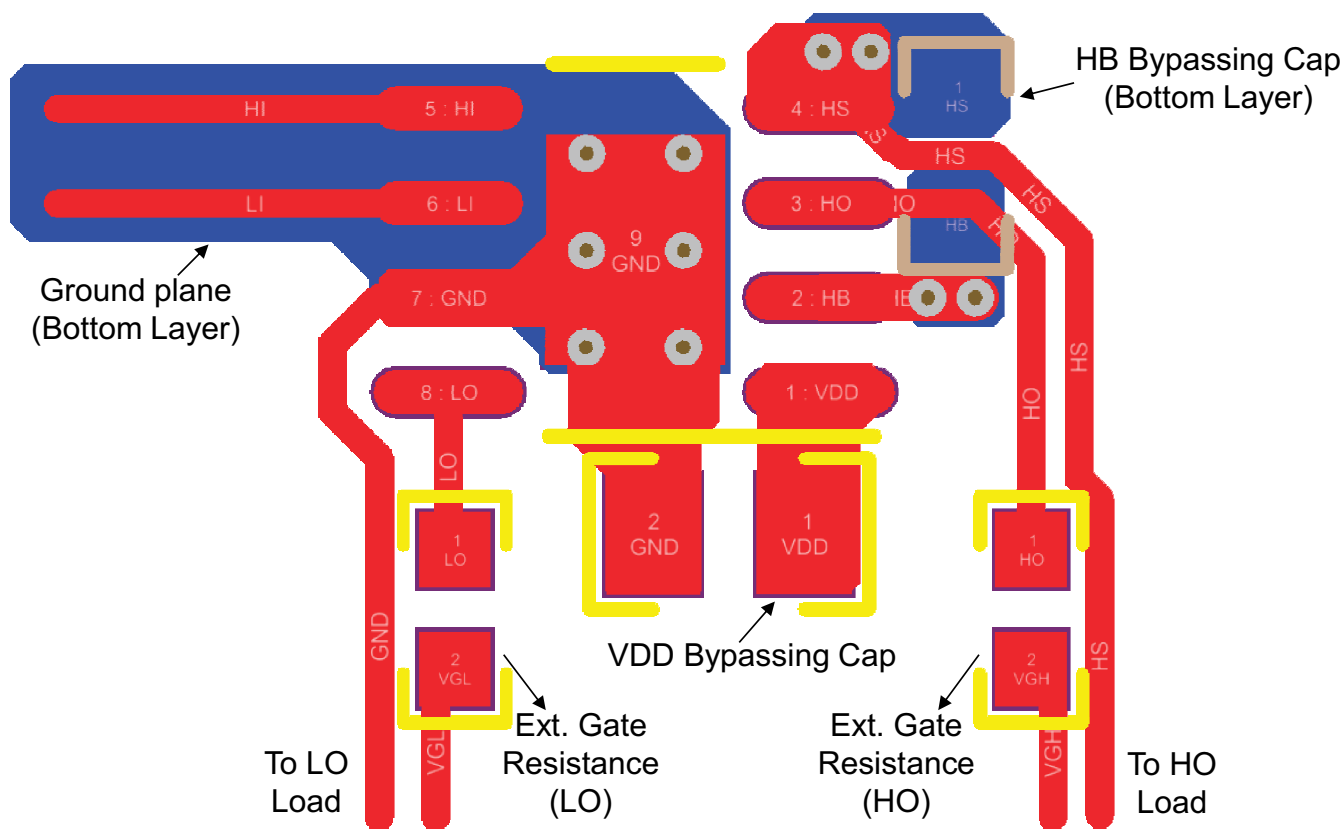

图 9-1. UCC27211A-Q1 PCB 布局示例
- 将 V_{DD} - V_{SS} 和 V_{HB} - V_{HS} (自举) 电容器尽可能靠近器件放置 (请参阅图 9-1)。